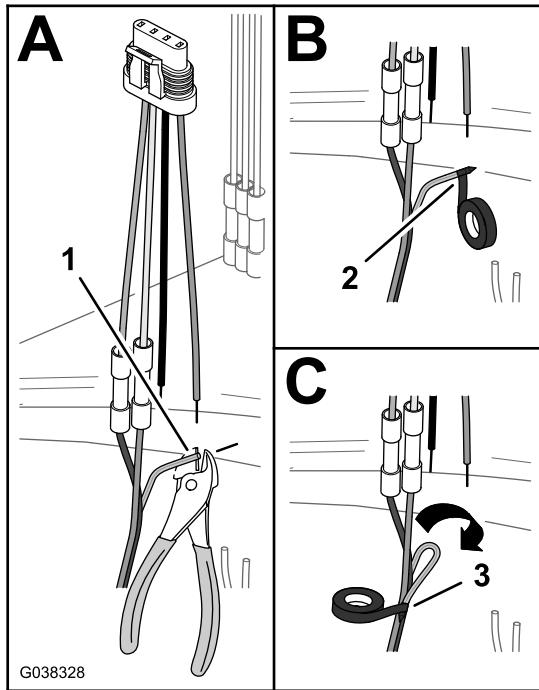

图40
- 剪断绿色和黄色导线的导体使之与绝缘体齐平 图 40。
- B. 包裹带有电工胶带的绿色和黄色导线的端部密封导线 图40。
- C. 将绿色和黄色导线折叠到棕色导线和蓝色导线上然后用电工胶带包裹 3 条导线 图40。